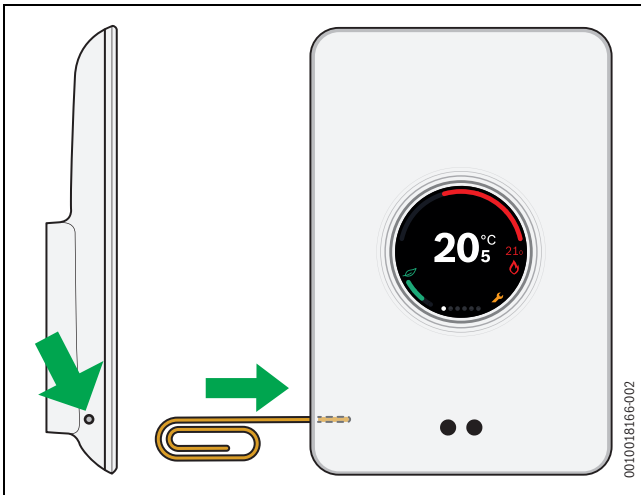

Fig. 20 Hard-Reset
- ▶ Appuyer sur la touche reset (→ fig. 20) pendant quelques secondes. **Attention !** Dans ce cas, tous les réglages personnalisés sont supprimés et la connexion WLAN doit être rétablie (→ chap. 5.4).